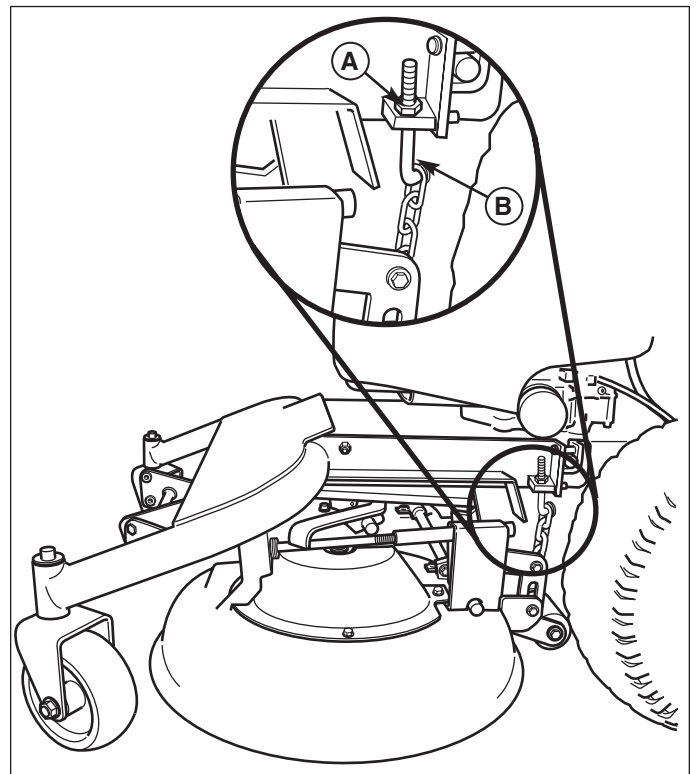
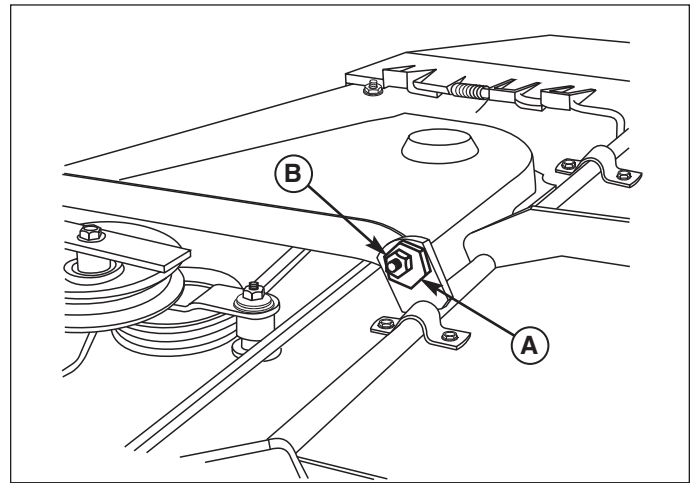

Figure 27. Mise à niveau latérale – Modèles plus récents.
Figure 29. Mise à niveau avant-arrière – Modèles de 44 pouces
5. Voir la figure 27. Maintenez en place le boulon à oeil (B) et tournez le contre-écrou (A) pour lever ou abaisser le côté de la tondeuse.
- Desserrez le contre-écrou (B, figure 29) et tournez l'écrou d'excentrique (A) pour régler le niveau avant-arrière.
- Serrez le contre-écrou (B).
REMARQUE : Si vous ne pouvez pas réaliser un réglage correct avant-arrière en utilisant l'écrou d'excentrique (A, figure 29), réglez les boulons à œil (B, figure 27) pour lever ou abaisser l'arrière de la tondeuse.